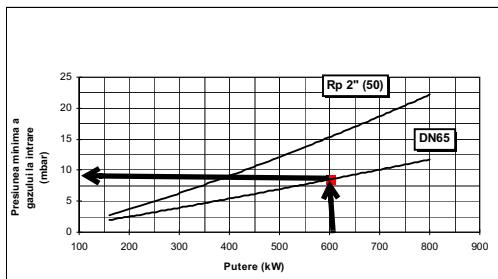

Fig. 3
- 4 Conform cu cele date in Fig. 3, fixati flansa pe prezoanele filetate(sau suruburi) **D**, de pe cazan , fara a le strange complet ;